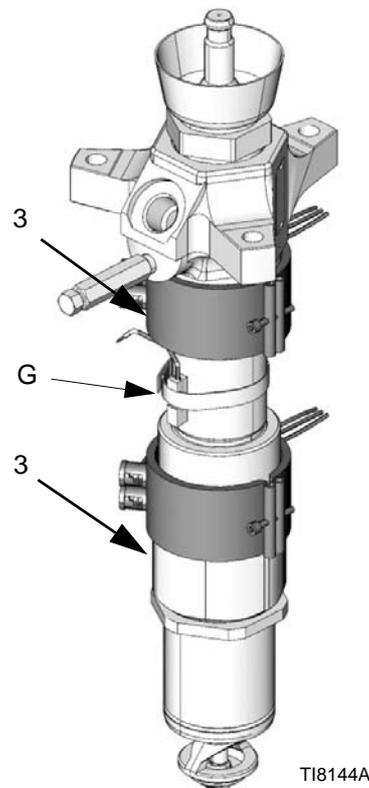

FIG. 25
2. Scollegare i fili elettrici dalla fascette dei riscaldatori (3). Vedere FIG. 25.
3. Allentare il morsetto che fissa in posizione il sensore sulla pompa (G). Vedere FIG. 25.